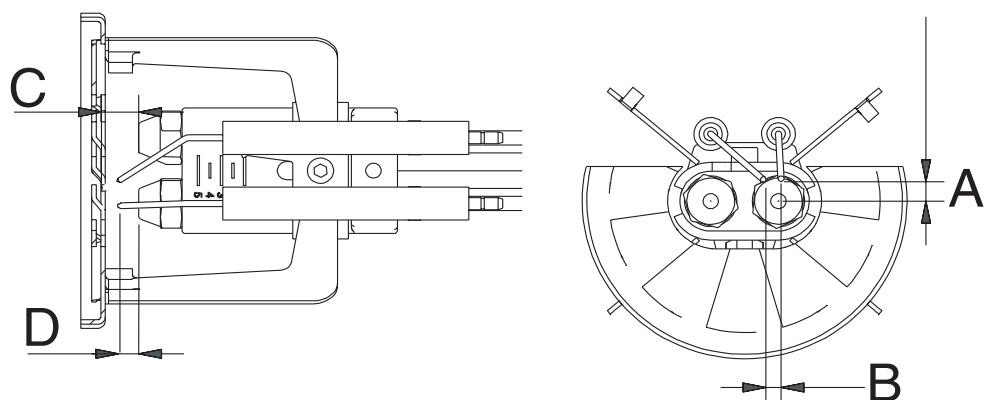

Fig. 24
- Desmontaje, examen y limpieza cabeza de combustión; durante el montaje respetar escrupulosamente las tolerancias explicadas en Fig. 24;
A fin de garantizar un buen encendido es necesario respetar las medidas (en mm) reportadas en la Fig. 24.